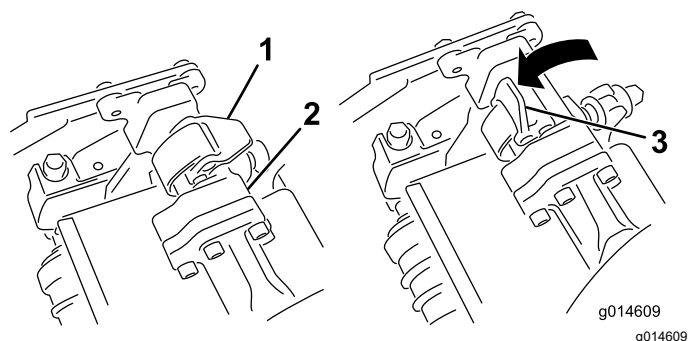
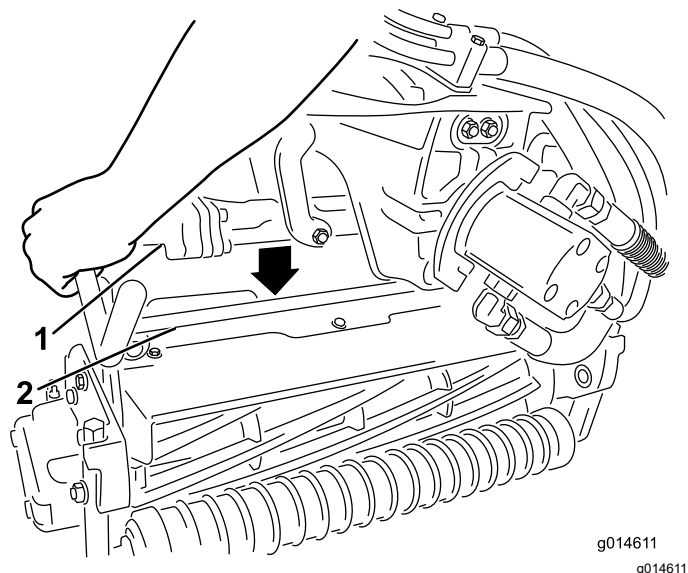

Figura 48
Figura 49
4. Închidei elementele de fixare în jos i în jurul barei unităii de tăiere i blocai-le (Figura 48).
3. Cu elementele de fixare de pe bara braului suspensiei îndreptate în sus (adică deschise) (Figura 48), împingei braul de suspensie în jos, astfel încât bara să se potrivească peste bară în partea de sus a unităii de tăiere (Figura 49).
- Deschideți elementele de fixare de pe bara braului de suspensie a unității de tăiere pe care o îndepărtați (Figura 48).